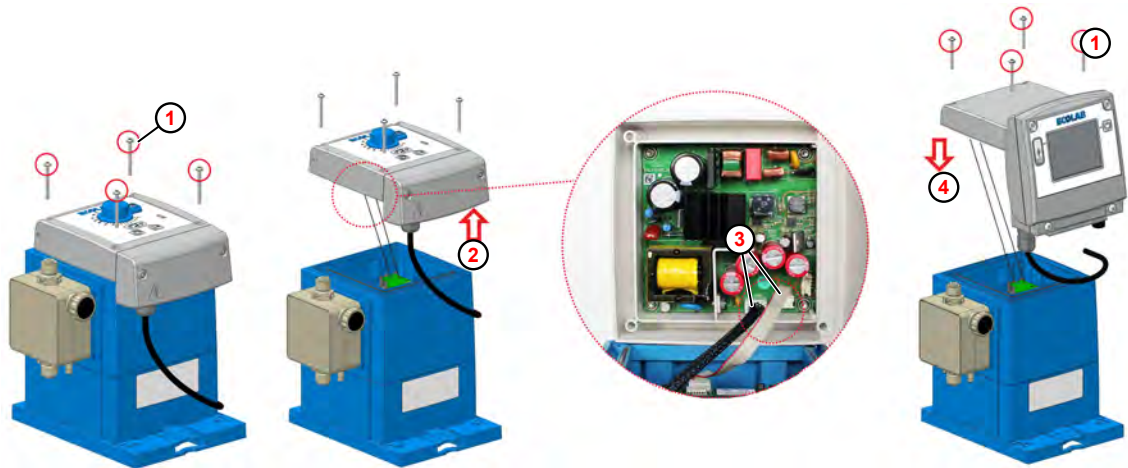

Fig. 33: Actualización a EcoAdd
- ① Tornillo de fijación
- ② Extraer la unidad de control
- ③ Conector
- ④ Colocar la unidad de control
**1. ▶ Aflojar los tornillos de fijación ( Fig. 33 , ① ) de la unidad de control **EcoUp** con una llave Torx (TX25).**